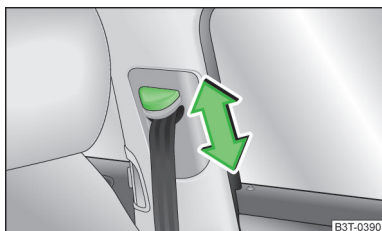

Fig. 153
- Apăsați armătura de ghidare și împingeți în direcția dorită, înspre în sus, sau înspre în jos » fig. 153.